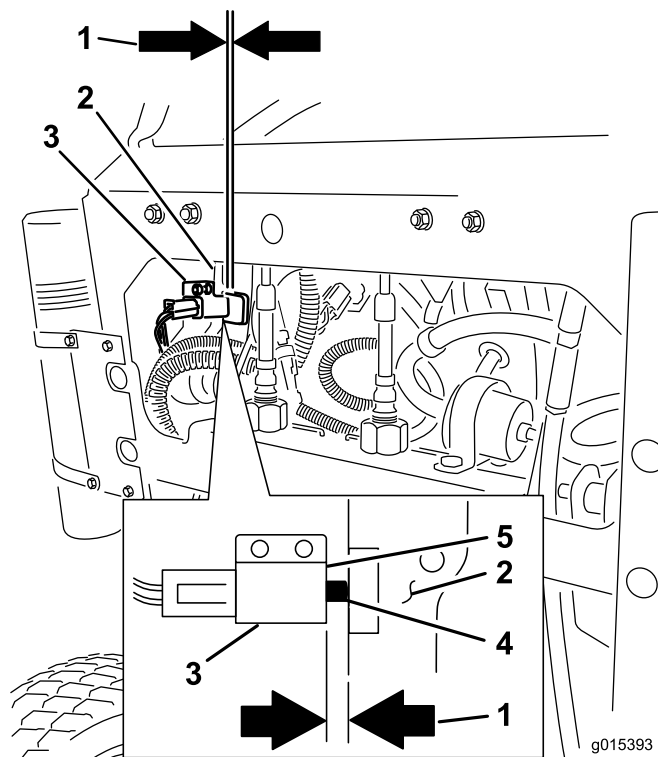

Figure 65
11. Une fois le frein réglé, vérifiez l'interrupteur du levier (Figure 65).
12. Vérifiez l'écartement entre le levier de frein et la face de l'interrupteur comme montré à la Figure 65.